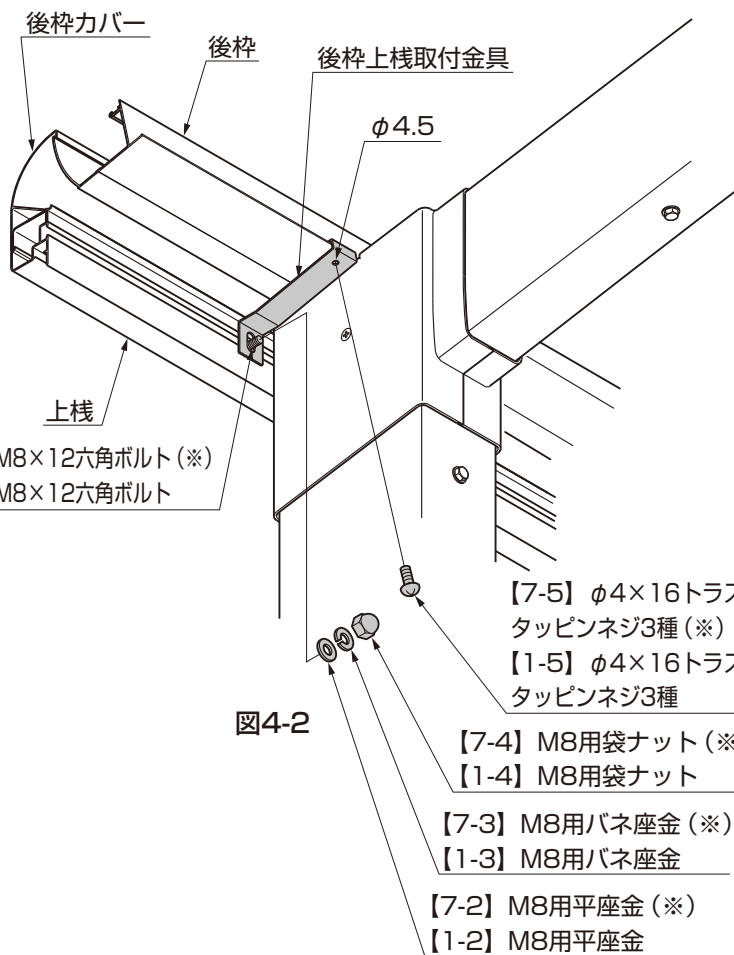

図4-2
- ③後枠に後枠カバーを引掛け、後枠上棧取付金具を【1-1】、【1-2】、【1-3】、【1-4】で固定してください。(図4-2参照)
- ④後枠上棧取付金具の穴をガイドにして、後枠にφ4.5の穴をあけて【1-5】で取付けてください。(図4-2参照)